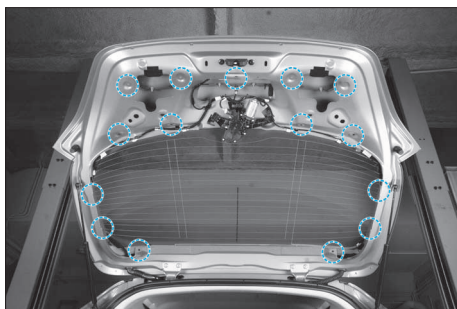

FIG. 83
- Ouvrir le hayon et à l'aide d'une pince à dégraffer, déclipper fermement avec précaution la garniture aux endroits indiqués (Fig.83).